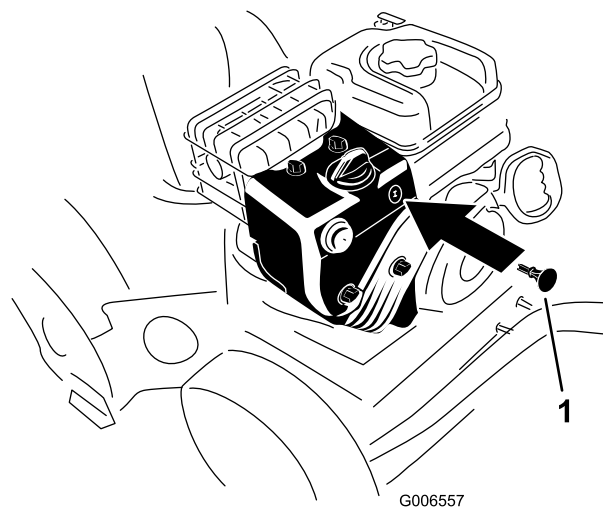

Рисунок 25
3. Вставьте ключ зажигания (Рисунок 25).